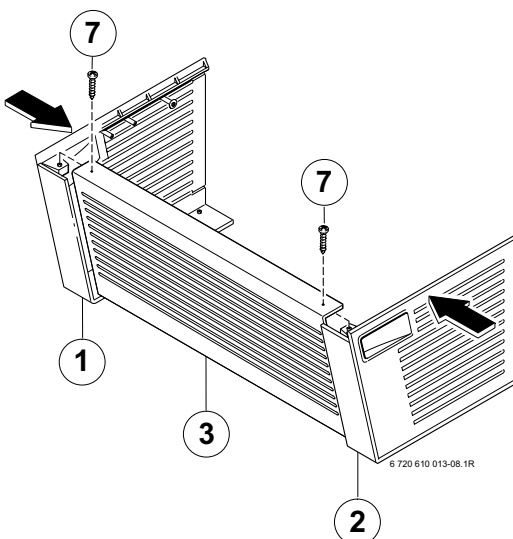

Bild 7
- ▶ Seitenteil links (1) in Vorderwand (3) einschieben und mit Schraube (7) sichern (siehe Bild 7).
- ▶ Seitenteil rechts (2) in Vorderwand (3) einschieben und mit Schraube (7) sichern (siehe Bild 7).